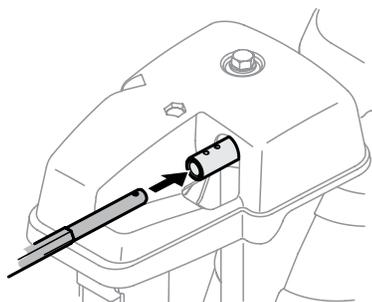

Figure 2-20
2. Insérez l'extrémité ronde de la tige de commande (le trou vers le haut) aussi loin que possible dans la tête de commande. Voir Figure 2-20.